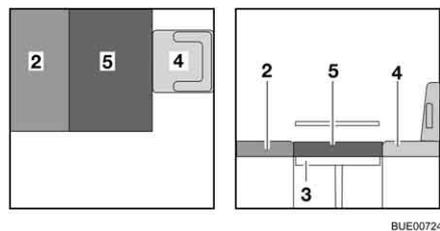

Fig. 111 Después de la transformación
- Colocar el cojín adicional (Fig. 111,5) en la mesa.
- De ser necesario, volver a empujar el asiento del conductor (Fig. 111,4) hacia atrás.